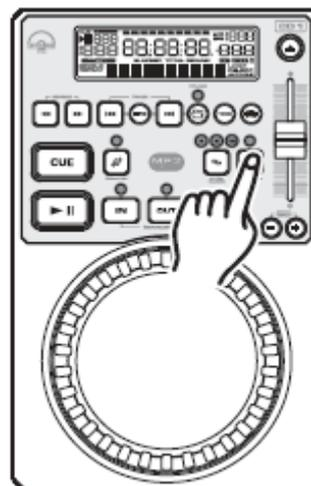
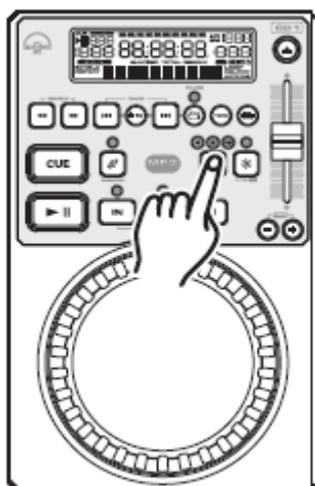

Figura 24
Figura 26
Regolazione dell'INTERVALLO DEL CURSORE DEL PITCH: È possibile variare l'intervallo di funzionamento del *CURSORE DEL PITCH (5)* in qualsiasi momento. Per cambiare la percentuale di funzionamento assicurarsi che la funzione 'pitch' sia stata attivata (vedere figura 24). La percentuale di 'pitch' può essere impostata a +/- 4%, +/- 8%, +/- 16% e 100%. La manipolazione possibile del 'pitch' sarà minima al 4% e massima al 100%. Per regolare i diversi intervalli premere il pulsante *PITCH ON/OFF (6)* e battere leggermente sul pulsante *PITCH RANGE (7)* fino a raggiungere il valore desiderato (vedere figura 26). **Nota: il 100% di regolazione del Pitch è possibile soltanto con CD, non con CD Mp3.**